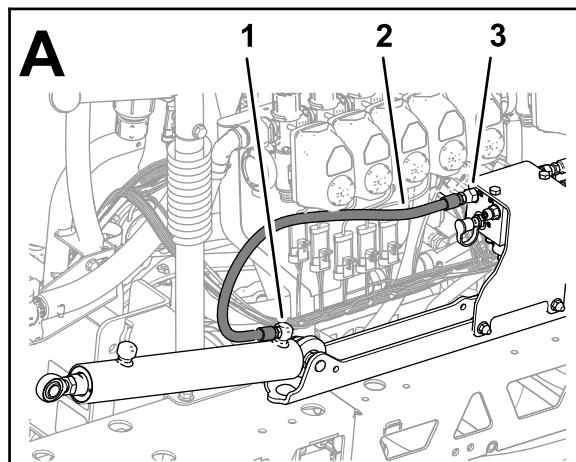
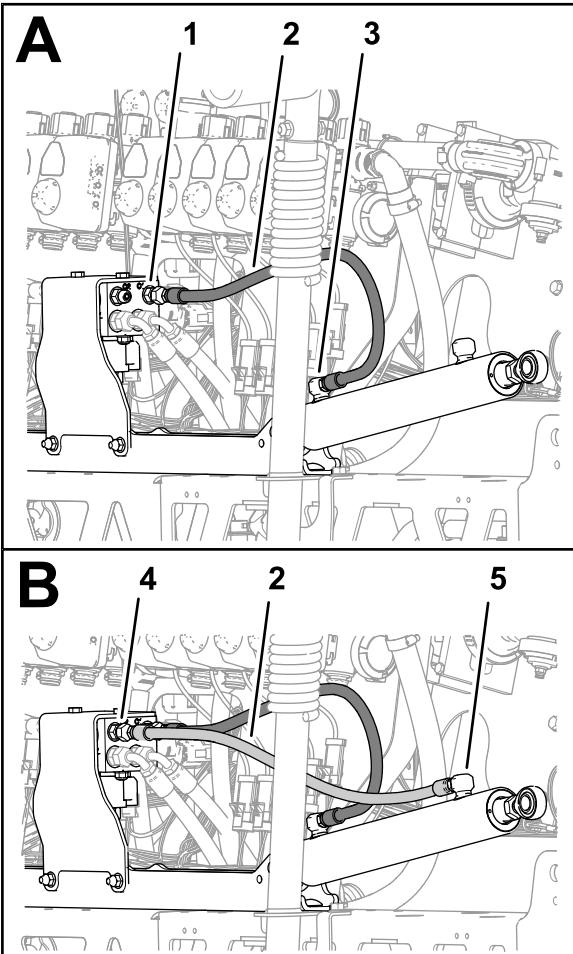

Figura 116
Figura 117
1. Montate senza serrarlo un nuovo flessibile idraulico (1/4" x 24 3/4") tra il foro di estensione del cilindro di sollevamento di sinistra e il foro C3 del collettore di sollevamento delle barre (Figura 116).
2. Montate senza serrarlo un nuovo flessibile idraulico (1/4" x 24 3/4") tra il foro di ritrazione del cilindro di sollevamento di sinistra e il foro C4 del collettore di sollevamento delle barre (Figura 116).
3. Montate senza serrarlo un nuovo flessibile idraulico (1/4" x 24 3/4") tra il foro di estensione del cilindro di sollevamento di destra e il foro C1 del collettore di sollevamento delle barre (Figura 117).
4. Montate senza serrarlo un nuovo flessibile idraulico ($\frac{1}{4}$ " x $24\frac{3}{4}$ ") tra il foro di ritrazione del cilindro di sollevamento di destra e il foro C2 del collettore di sollevamento delle barre (Figura 117).
5. Serrate i raccordi dei flessibili nei fori di estensione e ritrazione dei cilindri di sollevamento (Figura 116 e Figura 117) a 21 - 26 N·m.
6. Serrate i dadi orientabili dei flessibili nel collettore di sollevamento delle barre (Figura 116 e Figura 117) a 24 - 30 N·m.